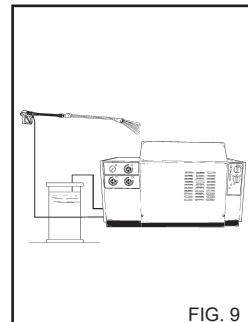

FIG. 9
3) Kun olet käyttänyt pesuainetta, huuhtele sen syöttööpuoli; aseta pesuaineen imuletku (fig. 9) säiliöön jossa on puhdasta vettä ja anna pumpun käydä 1 minuutin ajan annosteluhana täysin auki ja kärkiosa pesuainesyöttöaseennossa. Suorita toimenpide ensin, kun pesuaineen valitsin on asennossa "1" ja tämän jälkeen asennossa "2".
5) Kun olet käytänyt pesuainetta, huuhtele sen syöttöpuoli; aseta pesuaineen imuletku (fig. 9) säiliöön jossa on puhdasta vettä ja anna pumpun käydä 1 minuutin ajan annosteluhana täysin auki ja kärkiosaa pesuainesyöttöasennossa. Suorita toimenpide ensin, kun pesuaineen valitsin on asennossa "1" ja tämän jälkeen asennossa "2".